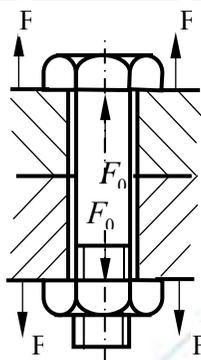

图 5
2. (10 分) 设图 5 所示螺栓刚度为  $C_b$ , 被联接件刚度为  $C_m$ , 如果  $C_m = 8C_b$ , 预紧力  $F_0 = 1000\text{N}$ , 工作载荷  $F = 1100\text{N}$ , 试求螺栓受的总拉力  $F_2$  和被联接件的残余预紧力  $F_1'$ 。